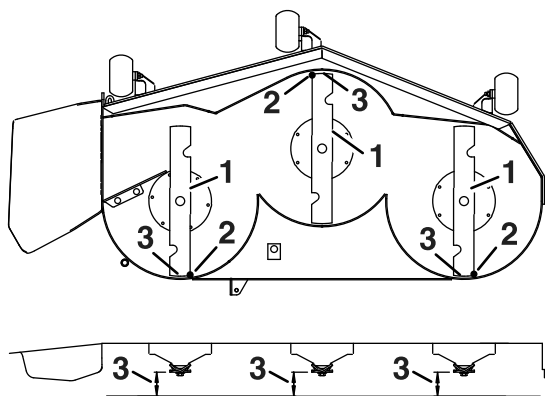

Figura 61
3. Gire cuidadosamente las cuchillas colocándolas en el sentido de avance de la máquina (Figura 61).
4. Mida entre la punta de la cuchilla delantera y la superficie plana y entre la punta de la cuchilla trasera y la superficie plana (Figura 61).